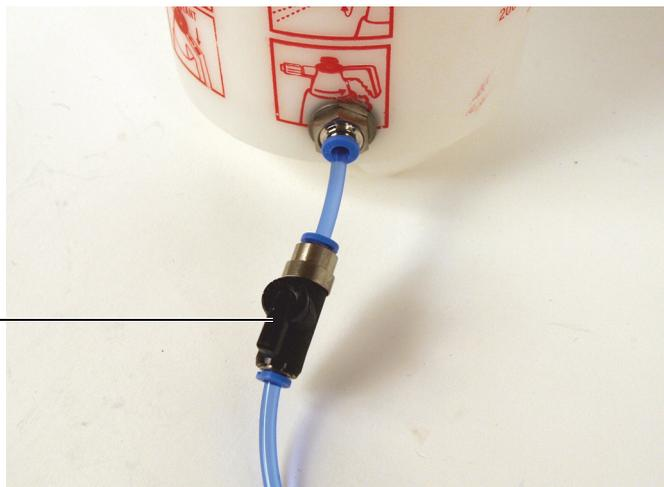

图 3-3 处于开启位置的进水管阀门
3. 打开手动泵进水管上的阀门（参见第46页的图 3-3）。确保手动泵顶部的扳机没有被按下（参见第47页的图 3-4）。